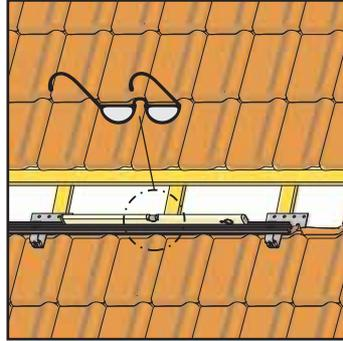

Figura 3-11 Orientare i profilati parallelamente al bordo delle tegole
- Avvitare saldamente i dadi autobloccanti che fissano i corsoi ai ganci da tetto orientando la guida profilata di montaggio parallelamente ai bordi delle tegole (Figura 3-11).